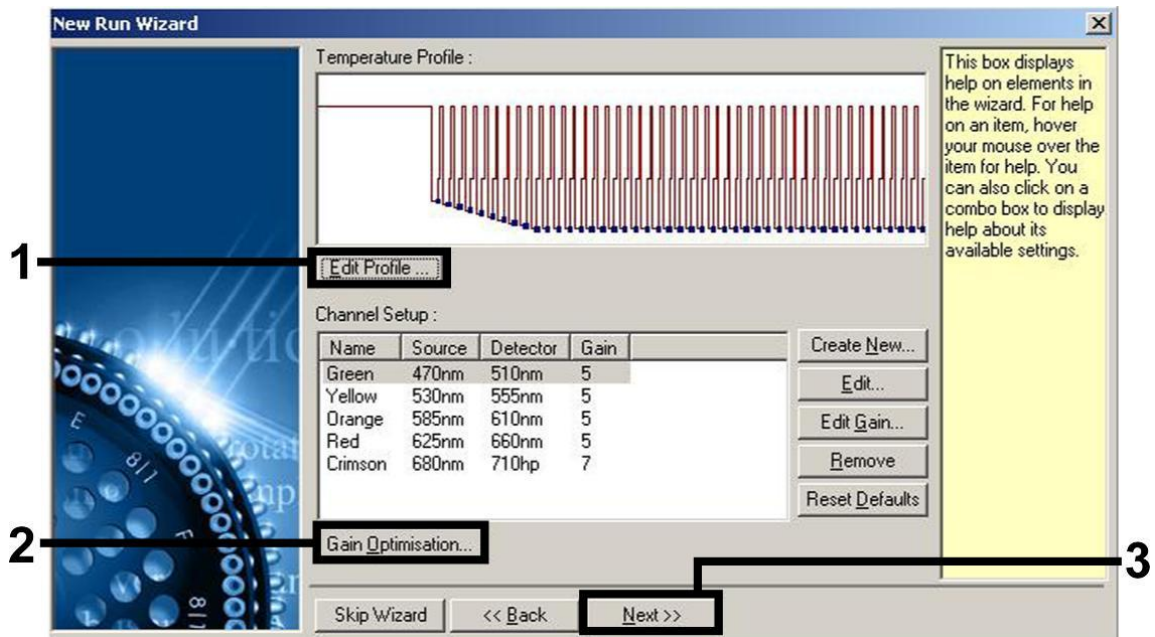

Abbildung 3. Bearbeiten des Profils.
8. Klicken Sie im nächsten Dialogfeld „New Run Wizard“ (Abb. 3) auf die Schaltfläche „Edit Profile“ (Profil bearbeiten) und programmieren Sie das Temperaturprofil wie in Abb. 3 bis 5 gezeigt.
9. Der Messbereich der Fluoreszenzkanäle muss auf die Fluoreszenzintensität in den PCR-Ansätzen abgestimmt werden. Klicken Sie im Dialogfeld „New Run Wizard“ auf „Gain Optimisation“ (Optimierung der Verstärkung), um das Dialogfeld (siehe Abb. 3) „Auto-Gain Optimisation Setup“ (Einrichten der Optimierung der automatischen Verstärkung) zu öffnen. Stellen Sie die Kalibrierungstemperatur auf „65“, damit sie der Annealing-Temperatur des Amplifikationsprogramms entspricht (Abb. 6).